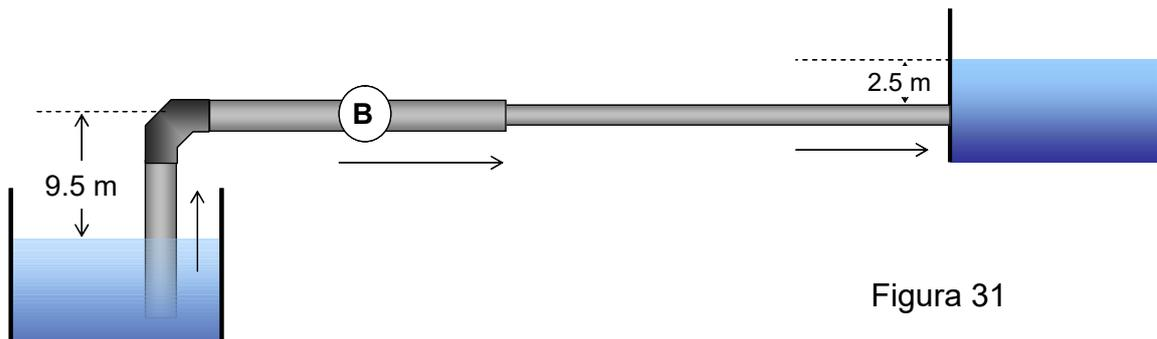

Figura 31
54. Pretende-se transportar o caudal de 254.3 m³ h⁻¹ do reservatório da esquerda para o da direita (ambos de grandes dimensões) (Figura 31). As tubagens são de ferro fundido com muito uso). Determine a potência da bomba ($\eta = 70$ %) a instalar no sistema. Haverá perigo de